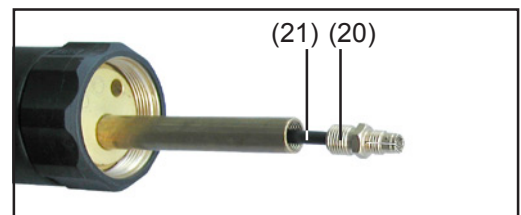

Abb. 14 Spannmutter lösen
- Beim Anschluss Schweißbrenner Spannstück (20) montieren und anschließend Spannmutter (19) festschrauben (Gabelschlüssel Schlüsselweite 10 mm - .39 in.)
- Draht-Führungsseele (21) gemäß Abb.14 an der Spannmutter (19) ablängen